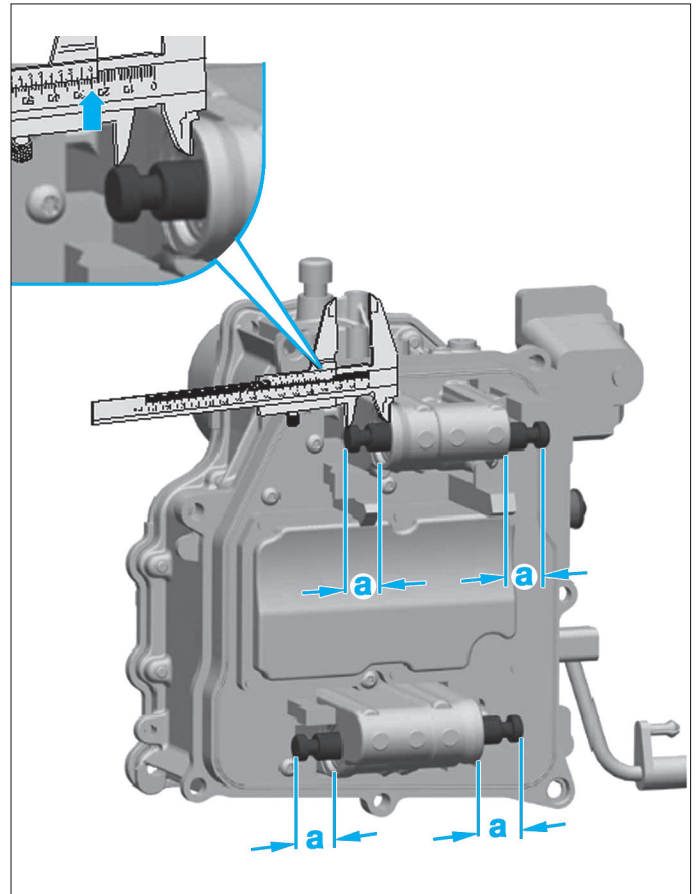

Fig. 19
• Veiller à ce que les 4 pistons dépassent de 25 millimètres (a) (Fig.19).